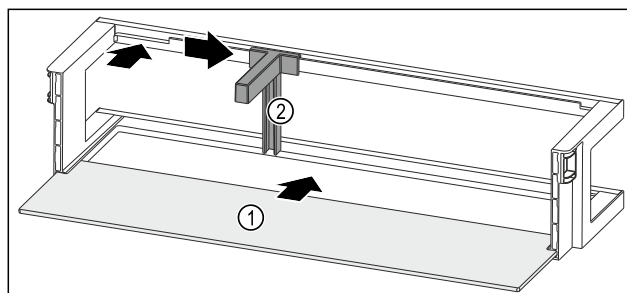

Fig. 96 Raft montat pe ușă cu raft
- ▶ Împingeți în interior raftul Fig. 96 (1) în degajările laterale.
- ▶ Introduceți suportul pentru sticle Fig. 96 (2) în degajare.
- ▶ Împingeți în lateral suportul pentru sticle Fig. 96 (2) în poziția dorită.